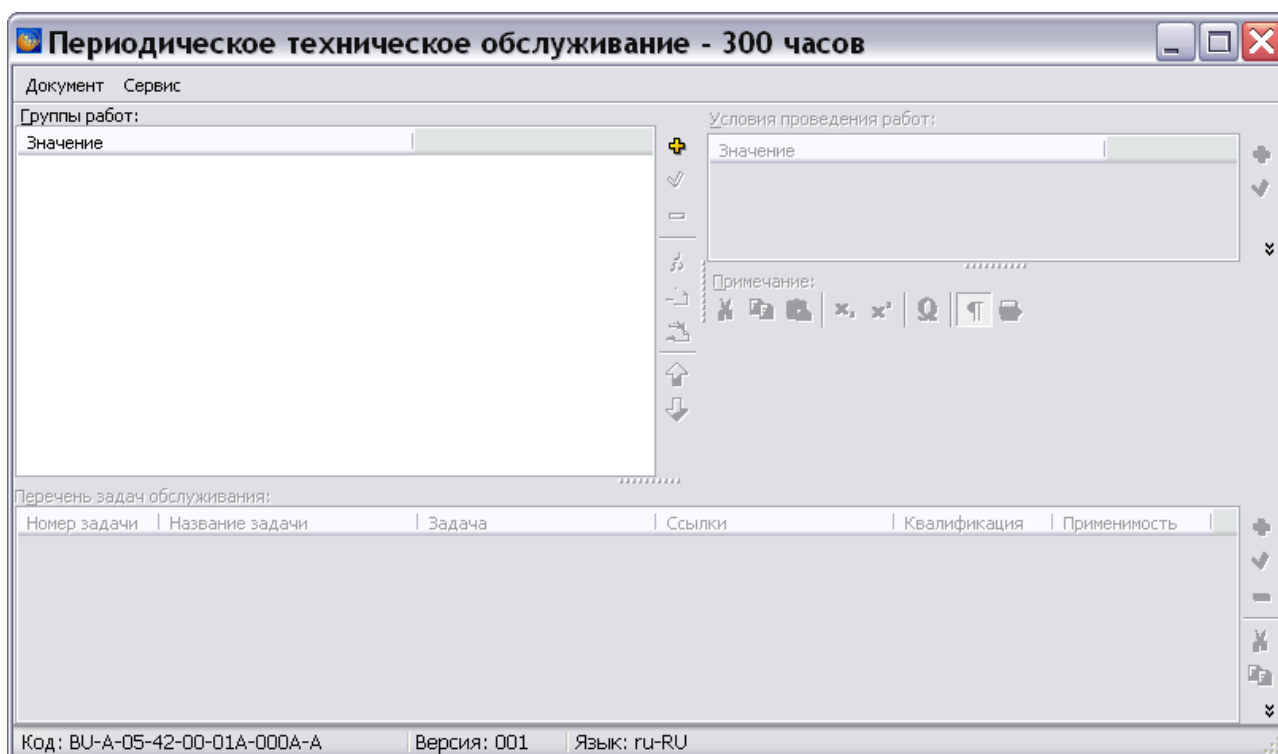

Рис. 9.71
4. Выделите версию и нажмите на кнопку **Редактировать**. При этом откроется диалоговое окно редактора с названием модуля данных (Рис. 9.71).